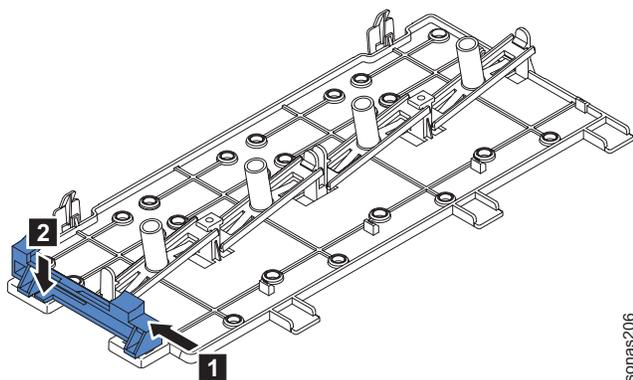

Figura 26. Deslizando o Suporte de Retenção do Controlador Para Dentro e Pressionando a Guia de Liberação
- 4) Instale o suporte de retenção do controlador na etapa i deslizando o suporte para dentro **1** e pressionando para baixo a guia de liberação no lugar **2**. Consulte Figura 26.